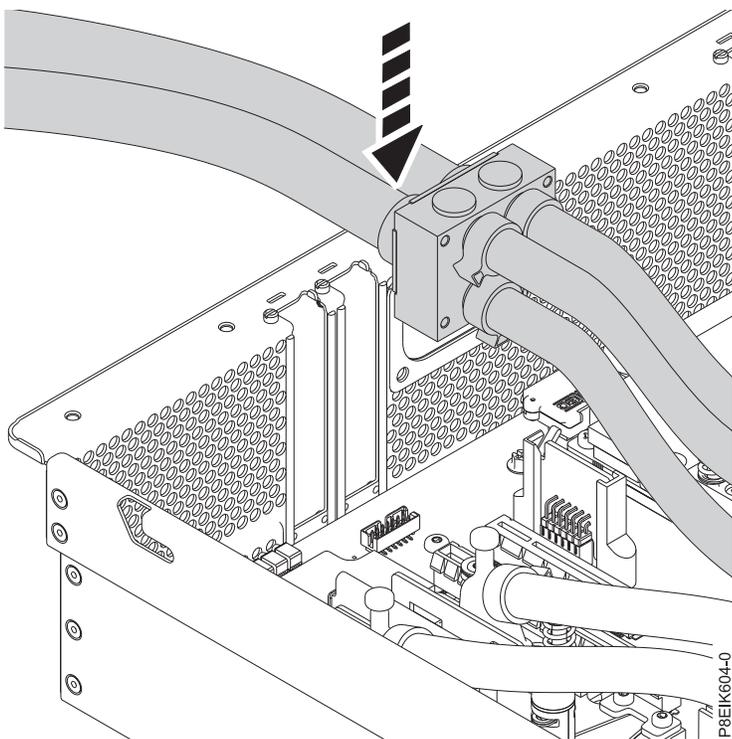

図 5. ホースを背面の隔壁の上に置く
5. 取り外したホースを背面の隔壁の上に置きます (図 5 を参照)。